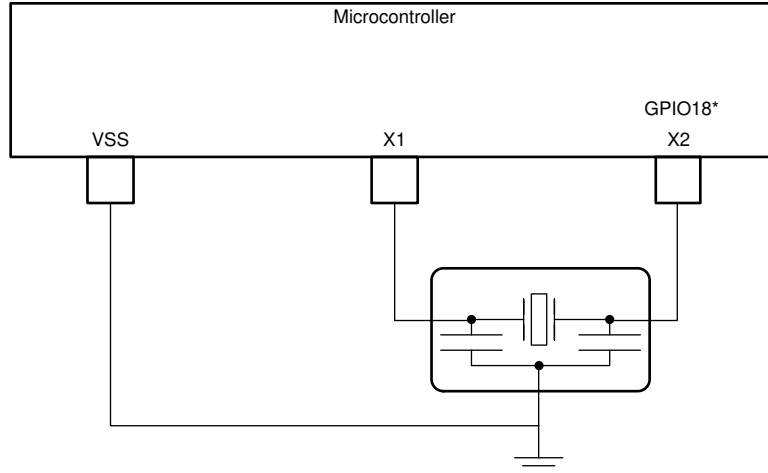

图 7-19. 外部谐振器
- 外部谐振器。如图 7-19 所示，谐振器应连接在 X1 和 X2 之间，且其接地端连接至 VSS。